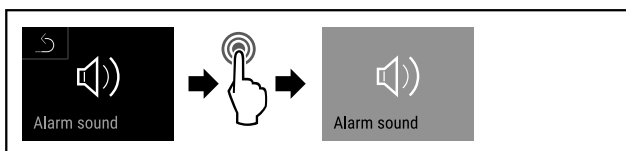

Fig. 110
- ▶ Eseguire i passi (vedere Fig. 110).